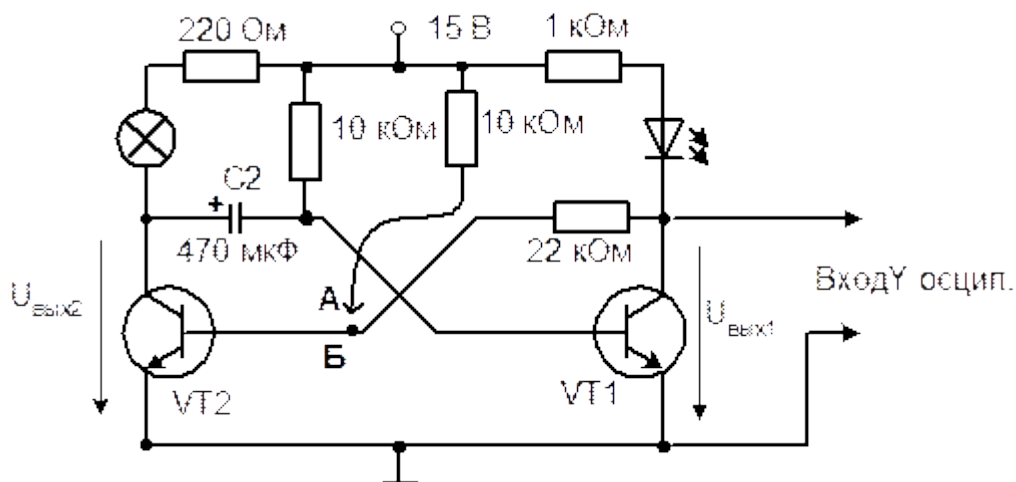

Рис.20.6
- Соберите теперь схему ждущего одновибратора (Рис. 20.6 и 20.7). Включите питание и убедитесь, что светодиод включился, а лампочка не включилась.